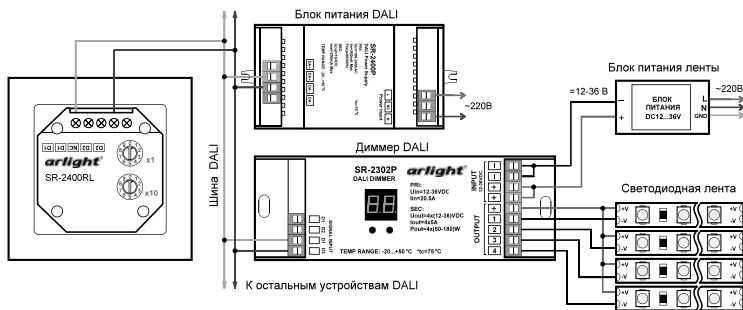

Рис.1. Подключение сенсорной панели на примере диммера SR-2302P с использованием блока питания DALI ARV-SR-2400P.
- 3.2. Подключите провода от шины DALI к клеммам **D1** и **D2** сенсорной панели (Рис.1).